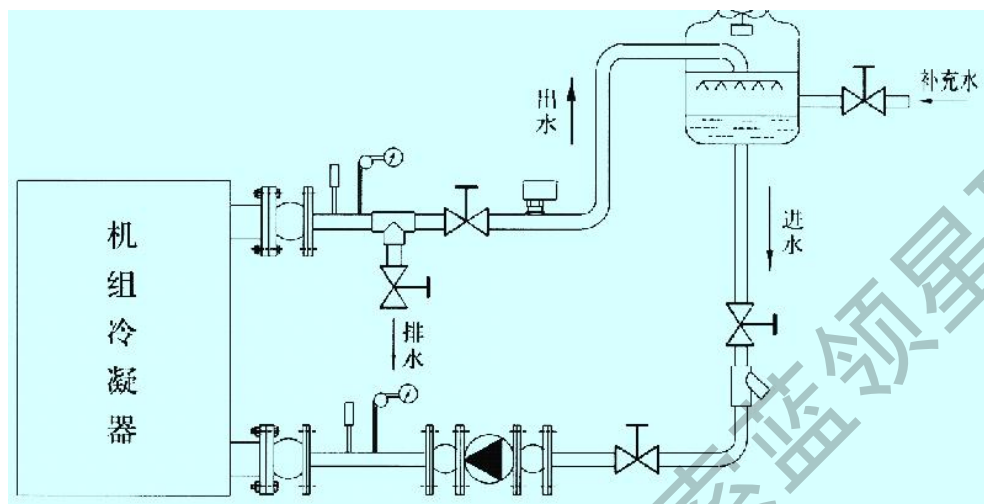

图 2 冷却水管路图
1、冷却水管路系统必须先安装防震软接头、温度计、压力表、排水阀、截止阀、水过滤器、止逆阀、靶式流量控制器等，再与冷却塔进出水管路相连。参见管路连接图 2。